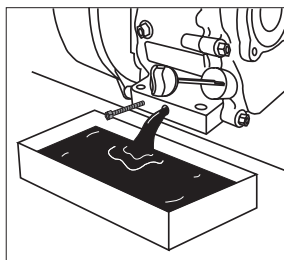

Fig. 09
2. Remova a vareta de óleo e o parafuso de drenagem, para que o óleo esorra pelo furo de drenagem, recolhendo-o em uma bandeja adequada [Fig. 09].